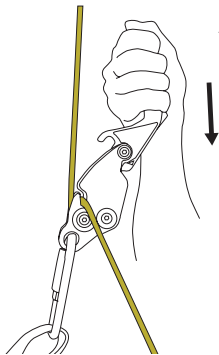

Abb. 3A
6. Den Abseilvorgang mit dem **Smartline X** beginnen (Abb. 3A).